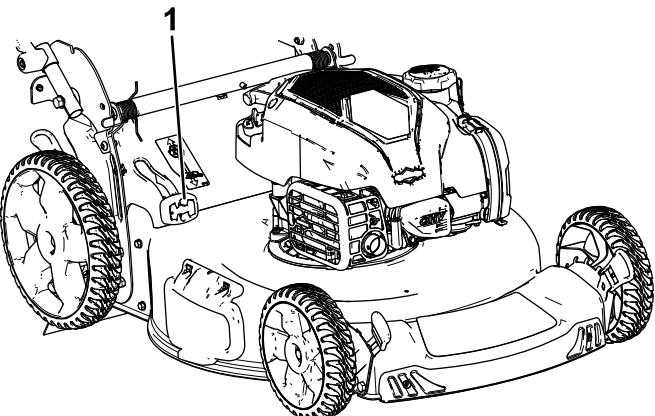

Figura 18
- Se desejar recolher relva e aparas, prima o botão na alavanca de uso do saco a pedido e desloque a alavanca para a frente até que o botão saia (Figura 18).